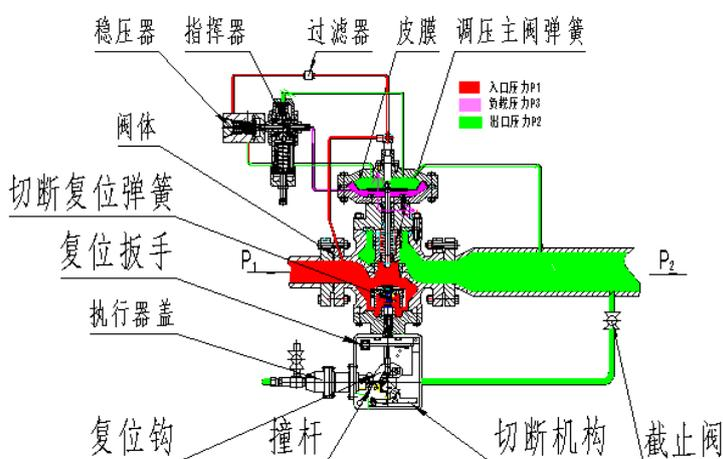

图1 工作原理图
3.1工作原理 (见图1)
●RTJ-*/*E、EQ系列调压器是一种集调压与切断为一体的外置式全平衡式结构的调压器(如图1),由顶盖、阀杆推杆、皮膜、指挥器和阀体等组成。介质进入调压器型腔后部分介质通过上端顶盖的平衡腔对阀杆推杆产生的压力与阀芯下部的介质产生的压力平衡,使阀芯所受的不平衡力相互抵消。而燃气调压器皮膜将调压器的控制阀分成两个室。一个室连接下游出口压力(P_2),另一个室连接指挥器根据出口压力调出的起动工作压力(P_3)。因为起动工作压力(P_3)和出口压力(P_2)压力差不足,调压器的执行器弹簧作用于皮膜的力,把阀推向关闭位置。当皮膜一边的起动工作压力(P_3)渐渐大于弹簧与出口压力之和时,阀口打开。当这两边的压力平衡时,阀口静止开放,调节后的压力即是系统的出口设定压力。所需燃气的流量变化会改变出口压力,阀芯受指挥器调节的起动工作压力(P_3)的控制而开放或关闭,来输送所需燃气流量,进而保证出口压力稳定。
●EQ系列燃气调压器切断装置（如图1：工作原理图）：由监控装置、切断机构、阀头行程指示器和复位装置等部件组成。切断装置正常运行情况，下游监控处气体的压力通过信号管反馈作用在监控膜上的压力与预先设定的弹簧作用在监控膜上的压力达到比较精确的平衡，限位钩与切断机构中的限位块保持扣上，阀头一直处于完全开启状态。